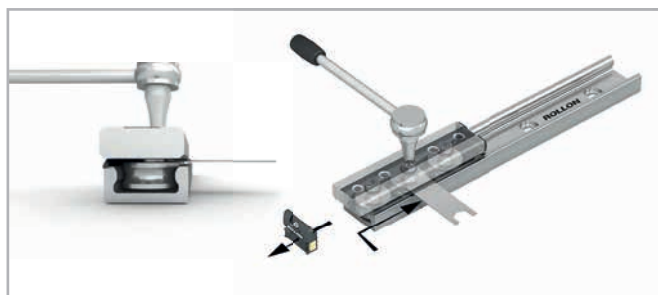

Рис. 60
- (5) Поместите каретку на один из концов направляющей, чтобы упростить установку гаечного ключа.
- (6) Вставьте плоский гаечный ключ, входящий в комплект поставки, между направляющей и кареткой. Осторожно вставьте его сбоку каретки, продвигая его под боковым уплотнением, пока он не достигнет ролика (рис. 60).
- (7) Поверните плоский регулировочный гаечный ключ по часовой стрелке так, чтобы эксцентрический ролик коснулся дорожки качения противоположной дорожке концентрических роликов. Таким образом зазор в каретке стал равен нулю.
- (8) Удерживая ролик в нужном положении с помощью плоского регулировочного гаечного ключа, затяните верхний винт, чтобы зафиксировать положение ролика.
- (9) Прокатите каретку по направляющей и проверьте преднатяг по всей длине. Движение должно быть плавным. Если наблюдается зазор или чрезмерное усилие, повторите регулировку. Когда каретка перемещается плавно и без зазоров, преднатяг установлен правильно.
- (10) Для кареток с четырьмя и более роликами повторите регулировку для каждого ролика. Убедитесь, что все ролики касаются дорожек качения.
- (11) Удерживая положение ролика при помощи гаечного ключа, затяните верхний винт ролика с помощью динамометрического ключа. Значения момента затяжки представлены в таблице 28.
- (12) Установите грязесъемники обратно на каретку.